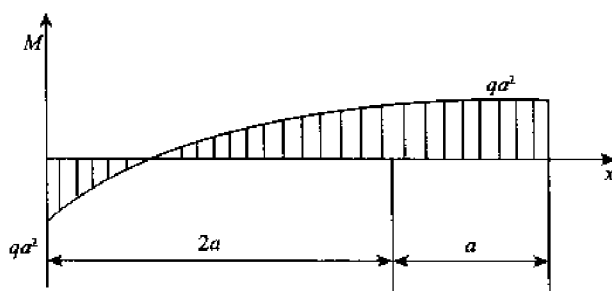

图 1
(1)已知梁的弯矩图(如图 1 所示,)试作梁的载荷图和剪力图。